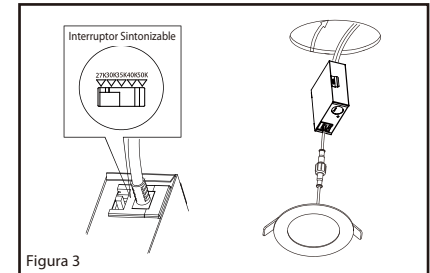

Figura 3
3. Conecte la caja de conexiones al panel LED empotrado con el conector de llave rápido. (Figura 3)
4. Mueva el interruptor deslizante a su color de luz apropiado (2700K / 3000K / 3500K / 4000K / 5000K). Coloque la caja de conexiones en el techo a través del recorte. (Figura 3)